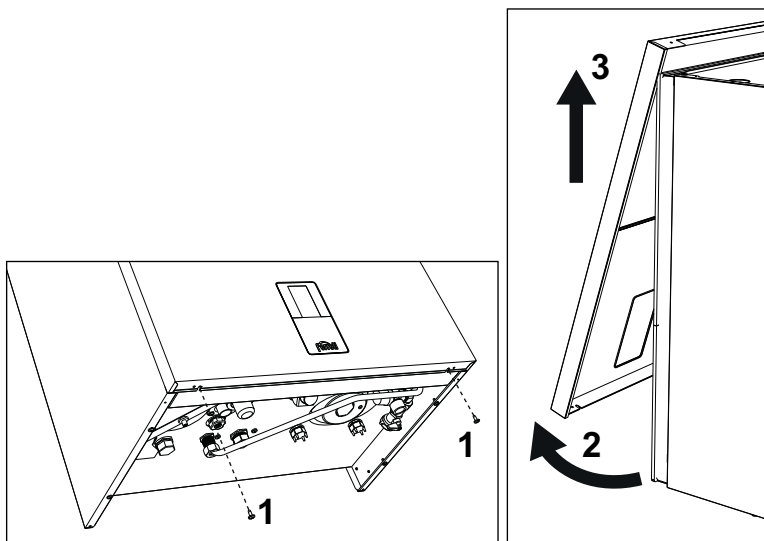

fig. 41- Deschiderea panoului frontal
1. Deșurubați șuruburile „1” (consultați fig. 41).